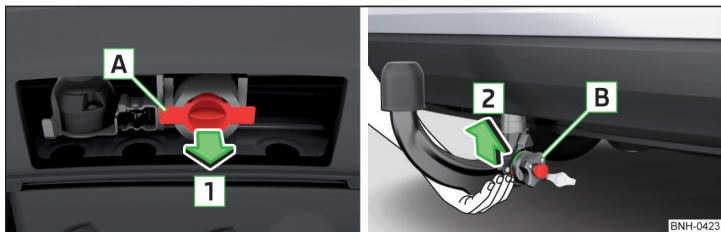

Fig. 133 Extraer la caperuza protectora de la cavidad de alojamiento / colocar la barra de cabeza esférica
- Extraiga la caperuza protectora de la cavidad de alojamiento **A** en el sentido de la flecha **1** » fig. 133.
- Agarre la barra de cabeza esférica **desde abajo** » fig. 133 y encájela en la cavidad de alojamiento siguiendo el sentido de la flecha **2** hasta que se encastre de forma audible » **!**.
- > Coloque la caperuza protectora de la cavidad de alojamiento **A** contra el sentido de la flecha **1** » fig. 133 de la pág. 128.